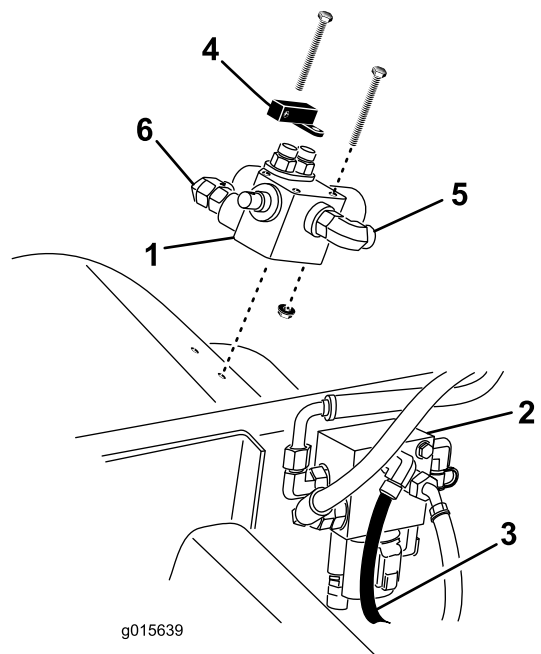

図 5
9. 制御バルブとピボットレバーを右フェンダに取り付けるボルト1/4 x 2-3/4 インチ3本と、1/4インチのフランジロックナットを 図 5 のように使用する。
10. 昇降マニホルドの下にオイルを受ける容器をおく 図 5。
11. ステアリングホースステアリングバルブから来ているホース 図 5 を昇降マニホルドの側面上のポートから外す。
12. 外したステアリングホースに30.5cmホースを接続し、制御バルブのオペレータ側にある90度フィッティングに接続する 図 5。
13. ストレートフィッティングのついている長い油圧ホースキットに入っているを、昇降マニホルドの空いたポート、および制御バルブの外側にある90度フィッティングに接続する 図 5。